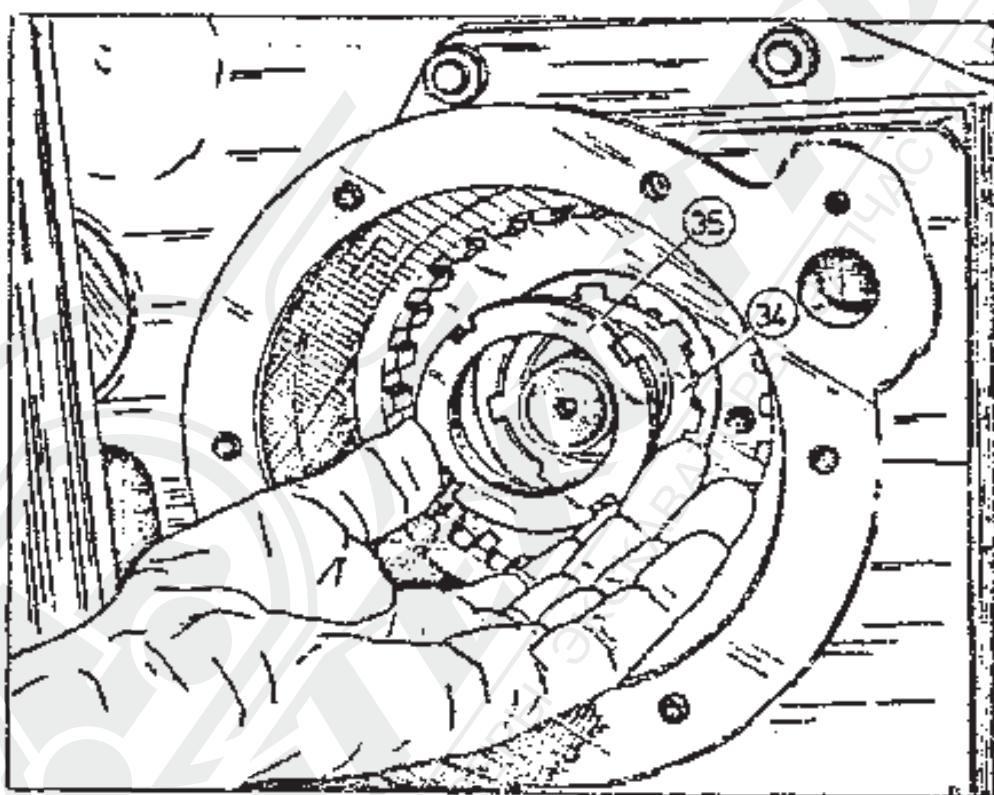

Рис. 2-38. Навинчивание гайки 35 после установки подкладки 34.
2. Одеть на валик подкладку 34 и навинтить гайку M52 x 1,5 /поз. 35 на рис. 2-38/.